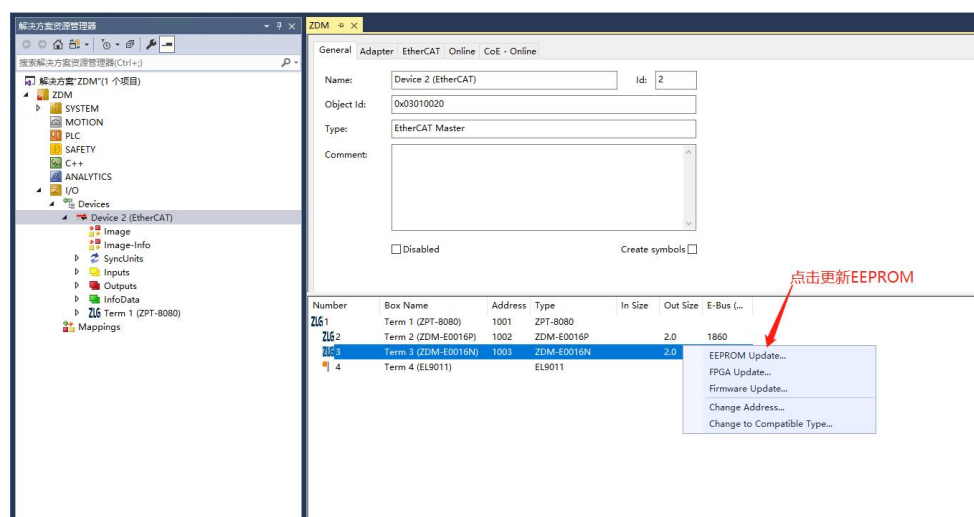

图 5.2 选择设备更新 EEPROM
- 2) 打开 TwinCAT, 点击扫描设备, 扫描完成后选择扫描出来的 Device 设备, 在 General 栏选择需要烧录 EEPROM 的从站设备, 鼠标右击, 点击 EEPROM Update..., 如图 5.2 所示。